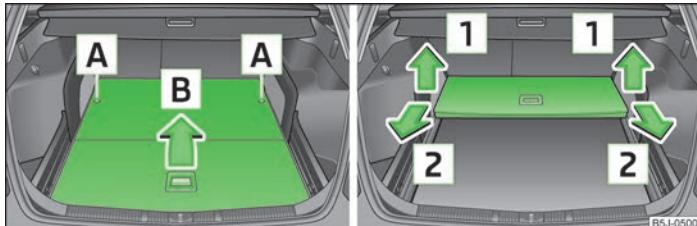

Fig. 51 Plegar/retirar el piso de carga variable
- › Desbloquear el piso de carga variable girando las argollas de seguridad **A** hacia la izquierda, aprox. 180° » fig. 51.
- › Levantar el suelo de carga variable en el sentido de la flecha **1** » fig. 51 y extraer tirando en el sentido de la flecha **2** » fig. 51.